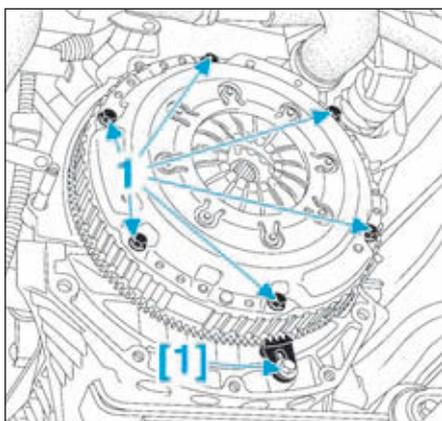

FIG.1
- Déposer les vis (1) du mécanisme d'embrayage (Fig.1).